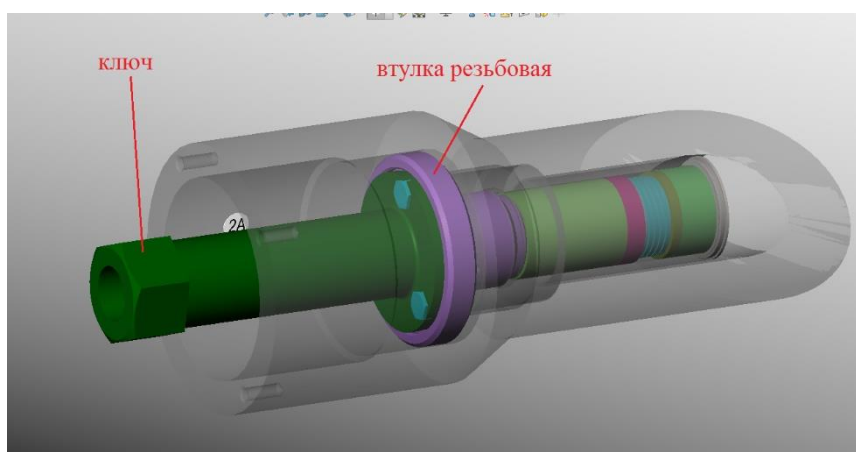

Рисунок 62 – Установка втулки резьбовой
4.2.2.22 Посредством ключа завернуть втулку резьбовую с моментом затяжки 20 Н/м. (рисунок 62).